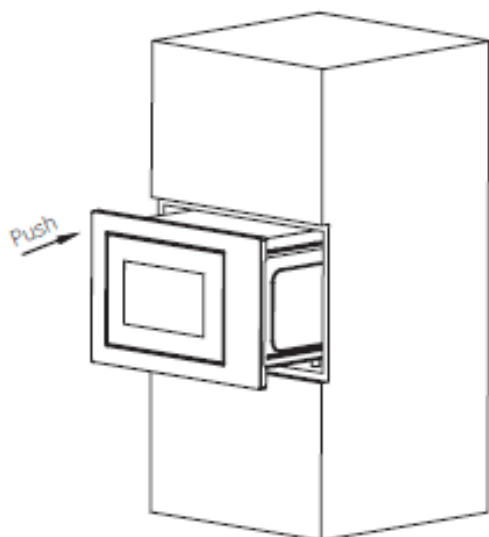

Fig.1
- a) Placez le four à micro-ondes dans le meuble encastrable et poussez-le jusqu'au fond. (Fig.1)